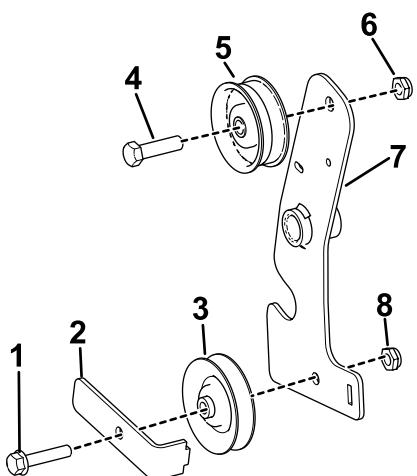

Рисунок 17
- Установите плоский натяжной шкив на верхнюю часть рычага муфты тягового привода, закрепите болтом (3/8 x 1 1/8 дюйма) и контргайкой (3/8 дюйма) (Рисунок 17).
- Установите V-образный натяжной шкив, приводной ремень и направляющую ремня на нижнюю часть рычага тягового привода, закрепите новым болтом (5/16 x 1 1/2 дюйма) и контргайкой (5/16 дюйма) (Рисунок 17).